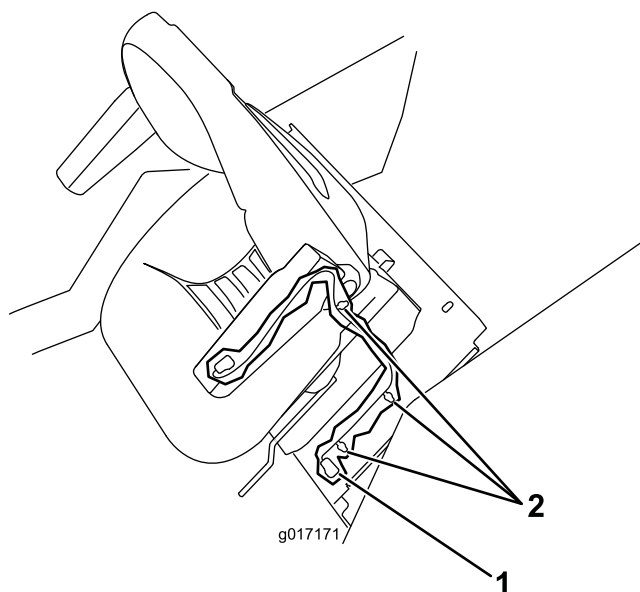

Figure 1
4. Débranchez le fil du contacteur de siège du faisceau de câblage du groupe de déplacement (Figure 1).
5. Retirez les clips de faisceau ou les serre-câbles qui fixent le faisceau de câblage du siège au panneau de siège (Figure 1).